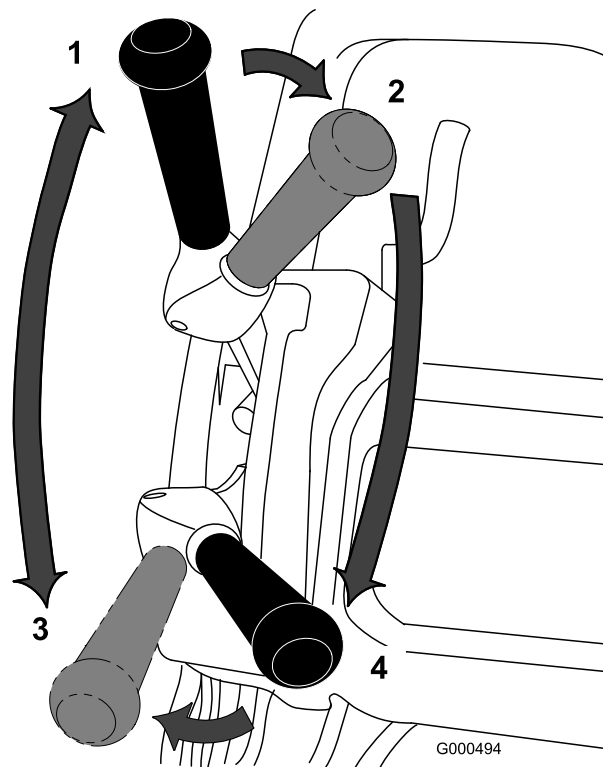

Figura 23
1. Avviate il motore, impostate l'acceleratore a bassa velocità, abbassate la stegola per sollevare l'apparato di taglio, premete il comando presenza dell'operatore, spostate la leva della trazione e di azionamento del cilindro in posizione di MARCIA AVANTI (di trasporto) e trasportate la macchina sul bordo del green (Figura 23).
2. Spostate la leva posizione di FOLLE (Figura 23).
3. Spostate la leva in posizione di FOLLE per la trazione e di DISINNESTO per l'azionamento del cilindro (Figura 23).
4. Spostate la leva in posizione di MARCIA AVANTI per la trazione e di INNESTO (Figura 23) per l'azionamento del cilindro, aumentate la velocità dell'acceleratore sinché la macchina non avanza alla velocità desiderata, guidate la macchina sul green, abbassate l'apparato di taglio a terra e iniziate a tosare l'erba.